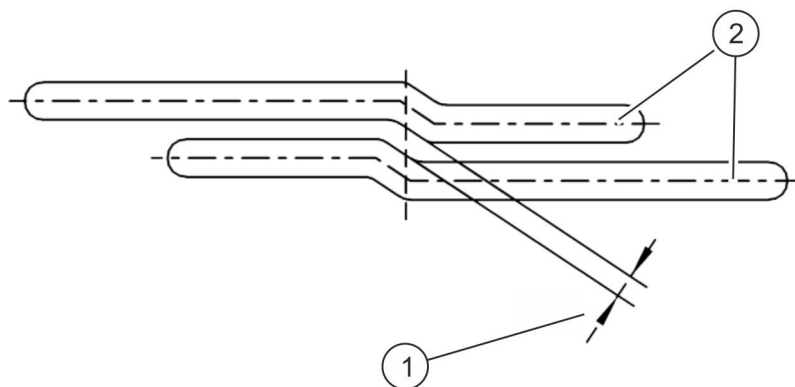

Abb. 8: Abstand der Funkenhörner (Hauptkontakte geschlossen)
4. ➔ Abstand (Abb. 8/1) zwischen den Funkenhörnern (Abb. 8/2) in geschlossener Position messen. Der Abstand muss ca. 6 mm betragen.